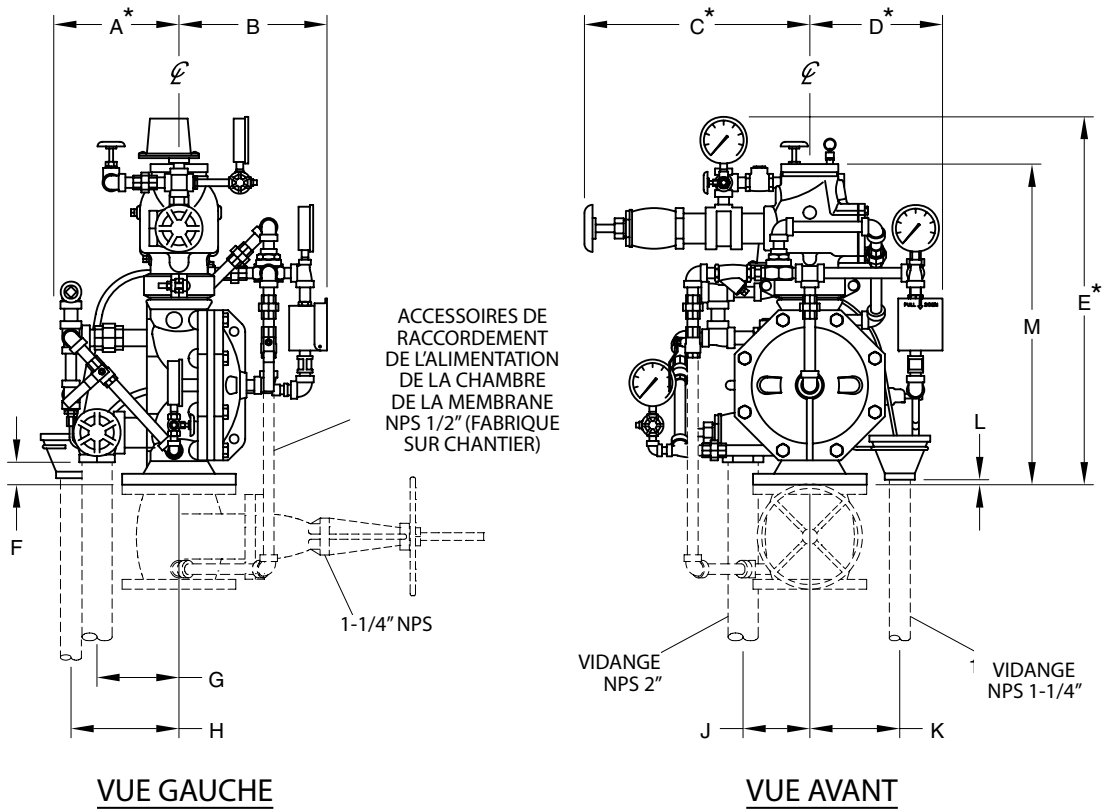

FIGURE 3
Les accessoires du poste de contrôle supervisé de pré-action à verrouillage simple et déclenchement électrique prévoient le déclenchement de la vanne DV-5 par un système de détection comprenant des dispositifs électriques tels que des thermostats, des détecteurs de fumée et/ou des déclencheurs manuels électriques. Des informations sur les différents types d'électrovannes vendues séparément qui peuvent être utilisées avec ces accessoires sont fournies dans la fiche technique TFP2180. Les dimensions nominales des accessoires du poste de contrôle supervisé de pré-action à verrouillage simple et déclenchement électrique sont indiquées sur la figure 3.
Étape 7. Connectez la vanne de régulation de l'alimentation de la chambre de la membrane à l'entrée de la vanne principale de barrage du système afin de faciliter le réglage de la vanne DV-5 (Réf. Figure 3).